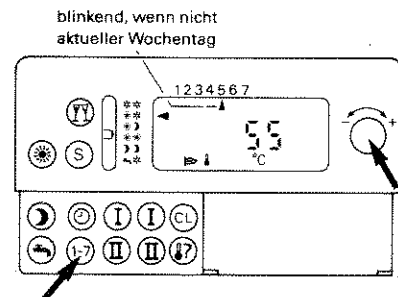

Abb. 35
1. Taste „1-7“ drücken, und gleichzeitig Einstell-Drehknopf „-↔+“ nach links oder rechts drehen bis „5“ in der Anzeige auf „5“ (=Freitag) zeigt (Abb. 35).
1. Taste „1-7“ drücken, und gleichzeitig Einstell-Drehknopf „-“/“+“ nach links oder rechts drehen bis „▲“ in der Anzeige auf „5“ (=Freitag) zeigt (Abb. 35 auf Seite 28).